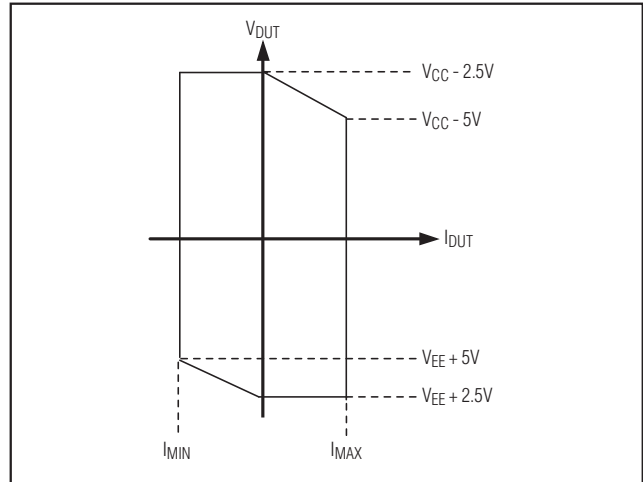

図2. 出力スイング
- 2) 検出抵抗と検出抵抗に直列な内蔵回路の電圧降下。最大電流では、これらを合わせた電圧降下は2.5Vであり、抵抗では1V、スイッチでは1.5Vです。オーバーヘッド要件とともに、この電圧が全電圧ではありません。これら2つの影響が重複しています。図2を参照してください。
項目3と項目4の影響を無視した場合のDPSの出力能力が図2に示されています。
図2は、DUT電流がゼロの場合、DUT電圧は($V_{EE} + 2.5V$)から($V_{CC} - 2.5V$)にスイングすることを示しています。正のDUT電流の場合は、最大電圧は、最大電流において($V_{CC} - 5V$)に達するまで直線的に降下します。同様に負のDUT電流の場合は、負の電圧振幅は、($V_{EE} + 5V$)に達するまで直線的に減少します。